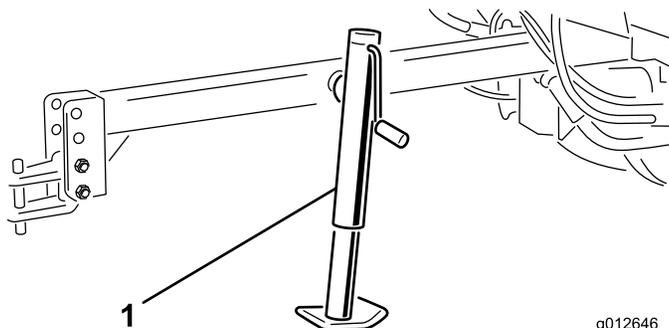

Рисунок 5
2. Совместите отверстия в подъемной опоре и сцепном устройстве и закрепите с помощью штифта с головкой и отверстием под шпильку (Рисунок 5).
3. Для хранения подъемную опору можно снять или повернуть вверх и закрепить штифтом (Рисунок 5).
1. Установите подъемную опору сцепного устройства на опорную трубу на сцепном устройстве (Рисунок 5).